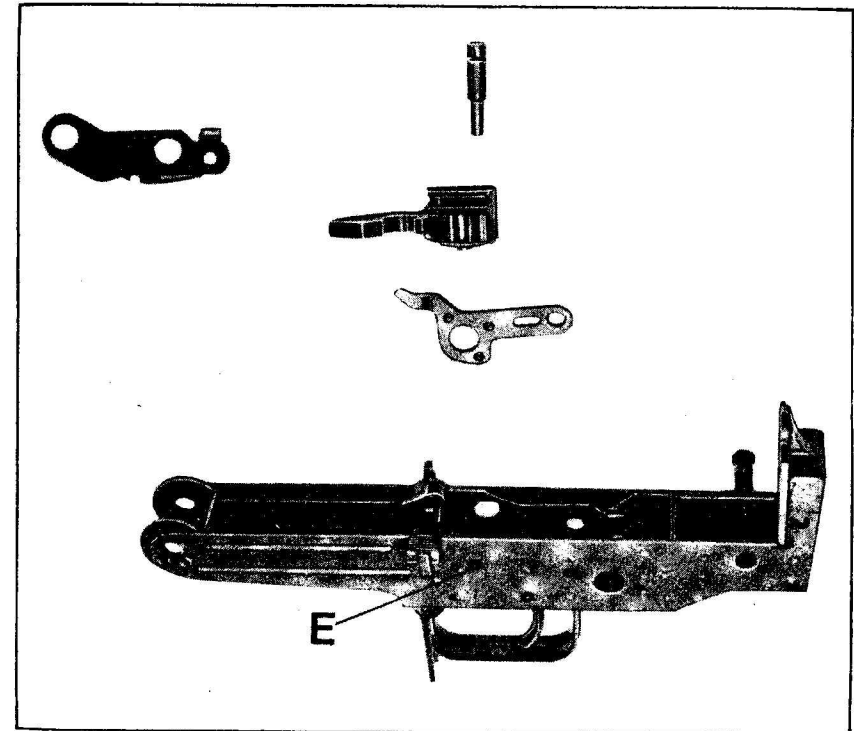

Fig. 67
1. Disimpegnare a mano la piastrina tenuta perni (visibile in fig. 67) dalla scanalatura del perno leva raffica per liberare lo stesso.
1. with the hand disengage the pins' retaining plate (shown in figure 67) from the fire lever pin groove to free same.
La fig. 67 mostra i particolari liberati dallo sfilamento del perno del cane:
Figure 67 shows the components released by the removal of the hammer pin: